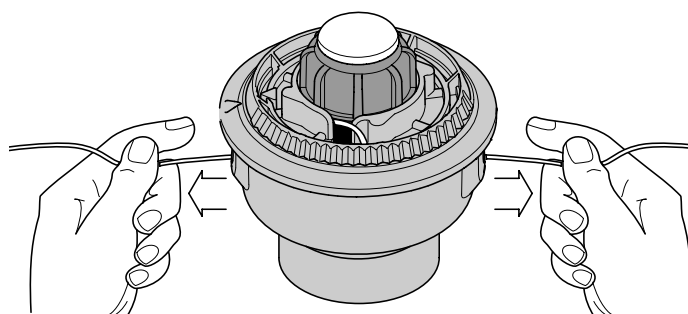

Fig. 46
9. Si el bobinado de la l'nea se torna dificultoso o la l'nea se enreda, tire de los extremos de la l'nea de la bobina. Continee bobinando el carrete interior en sentido antihorario (Fig. 46).